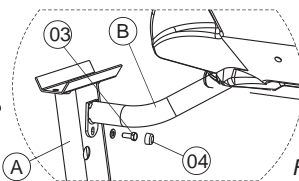

Fig.02
3- Fixe também o painel para que ele não gire-Fig.02. Alinhe o suporte do painel (B) com o corrimão A e fixe-o com o parafuso (03) sextavado M8x20 mm e arruela M8. Coloque a tampa de acabamento (04).